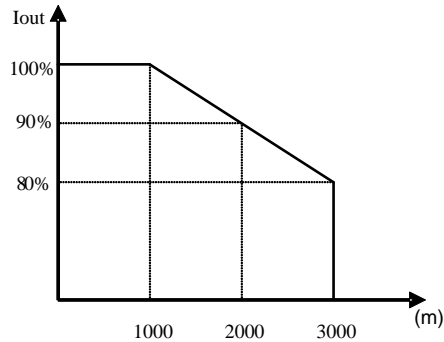

Abbildung 3-2 Reduzierung des Ausgangsstroms des Antriebs nach Höhe
- Wenn der Antrieb in Höhen über 1000 m installiert wird, sollte die Leistung reduziert werden, da die Kühlwirkung des Antriebs, wie in Abbildung 3-2 gezeigt, in dünnerer Luft abnimmt. Die Abbildung zeigt den Zusammenhang zwischen Höhe und Nennstrom des Antriebs.